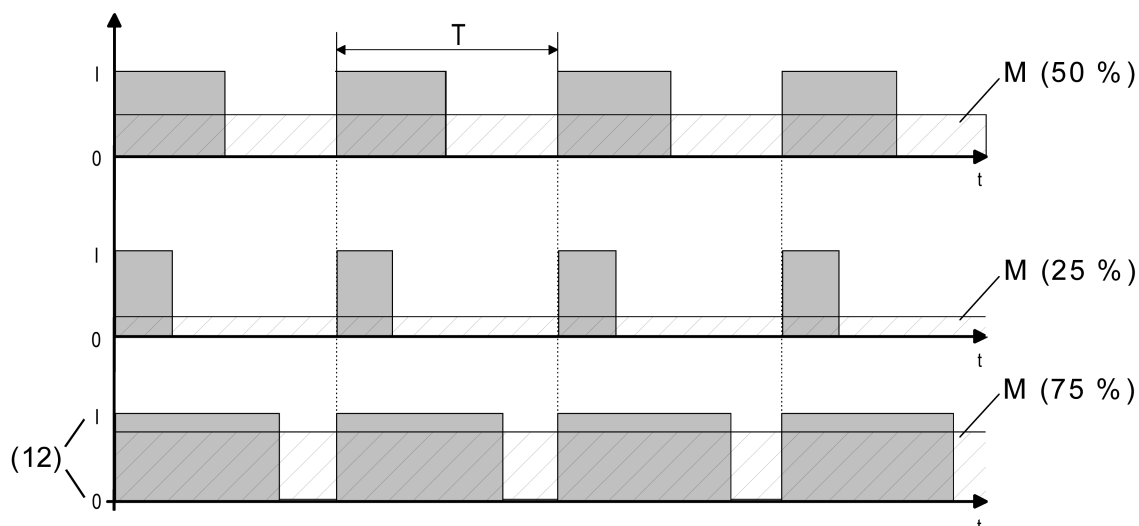

Bild 34: Pulsweitenmodulation eines Ventil-Ausgangssignals
Sobald das Gerät eine stetige Stellgröße oder einen in der ETS konfigurierten stetigen Ventil-Sollpositionswert am Ventilausgang einstellen soll, moduliert es das Ausgangssignal über die Einschalt-Pulsweite. Der aus dieser Modulation resultierende Mittelwert (M) des Ausgangssignals ist unter Berücksichtigung der im Gerät einstellbaren Zykluszeit (T) ein Maß für die gemittelte Ventilstellung des Stellventils und somit eine Referenz für die eingestellte Raumtemperatur (Bild 34).